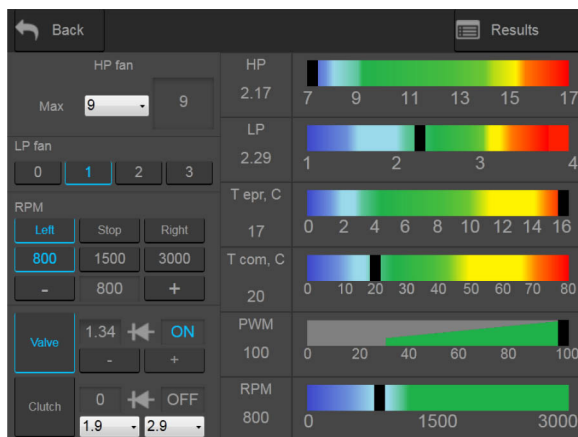

Рисунок 32. Налаштування стенда під час обкатування компресора
3. Вибрати режим діагностики "Manual mode". Установити налаштування стенда як показано на рис. 32. Рівень ШІМ сигналу на електроклапані має дорівнювати 100%.